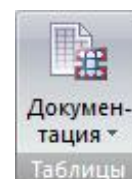

Рис. 122. Панель **Таблицы**
- **Таблицы** (рис.122) – вывод на экран численного представления результатов, а также запуск режимов для формирования отчета и пояснительной записки.